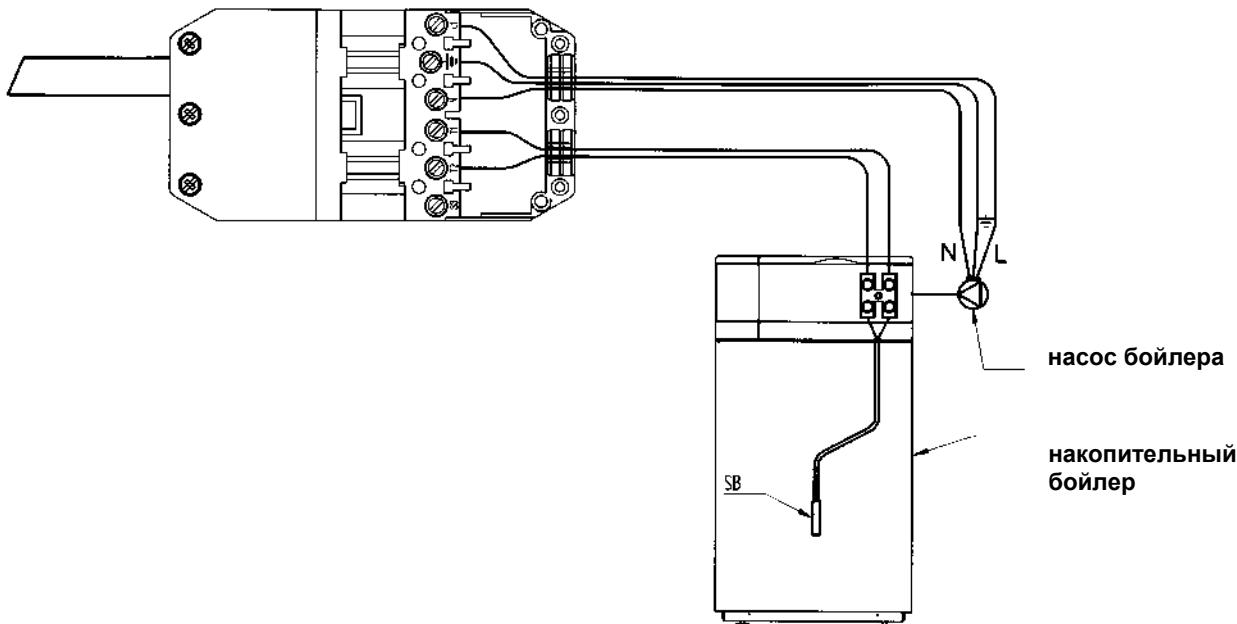

Рис. 14: Электрическое присоединение для бойлера Slim UB 80-120 INOX
- Присоединить 5-жильный кабель, поставляемый с бойлером, к переключателю A8 электронной платы и к контактам 1 и 2 разъема M2 (черно-красный провод), предварительно удалив электрическое сопротивление. По завершении данной операции присоединить клемму заземления (см. рис. 14).